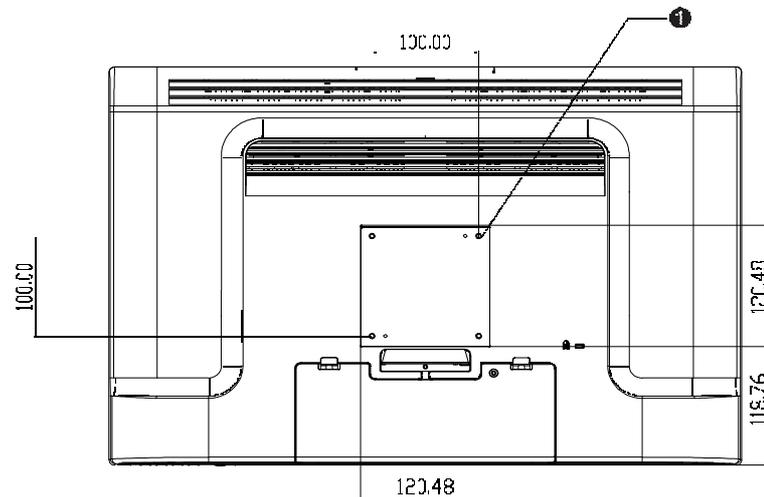

Figure 2-1 : Emplacement de l'interface de montage VESA, pied enlevé
- 1 Si l'écran est déjà connecté au pied, enlevez les 4 vis qui connectent le pied à l'écran (voir *Figure 2-1*, élément 1.). Séparez le pied de l'écran.